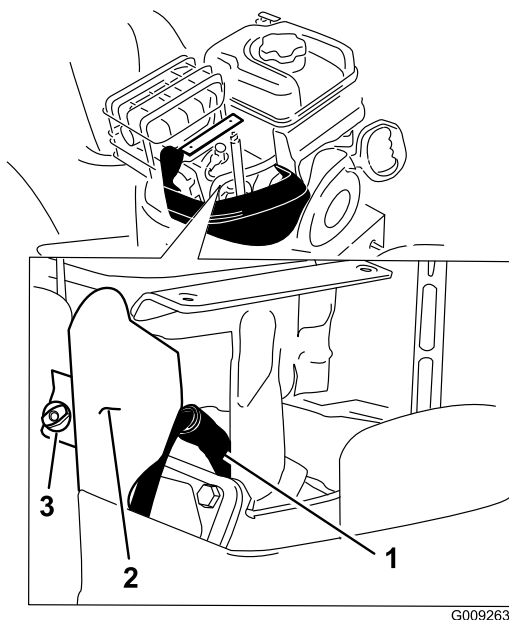

Figure 37
4. Enlevez la vis à oreilles du support et le support (Figure 37).
- Nettoyez la surface autour de la base de la bougie (Figure 37).